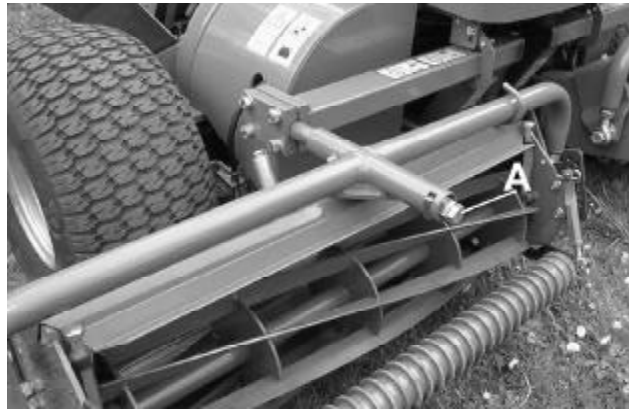

Fig.8
- b. release the locknut on the adjusting screw (A Fig.8) to allow the cutting unit to slide fully onto the pivot shaft.
- Draai de borgmoer op de stelschroef los (A in Afb. 8) zodat de maaieenheid helemaal op de scharnieras geschoven kan worden.